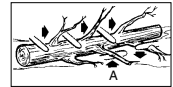

Abb. 15
Zweige werden vom gefällten Baum entfernt. Entfernen Sie Stützweige (A) erst, wenn der Stamm in Längen geschnitten ist (Abb. 15). Unter Spannung stehende Zweige müssen von unten herauf geschnitten werden, damit die Kettensäge sich nicht verklemmt.